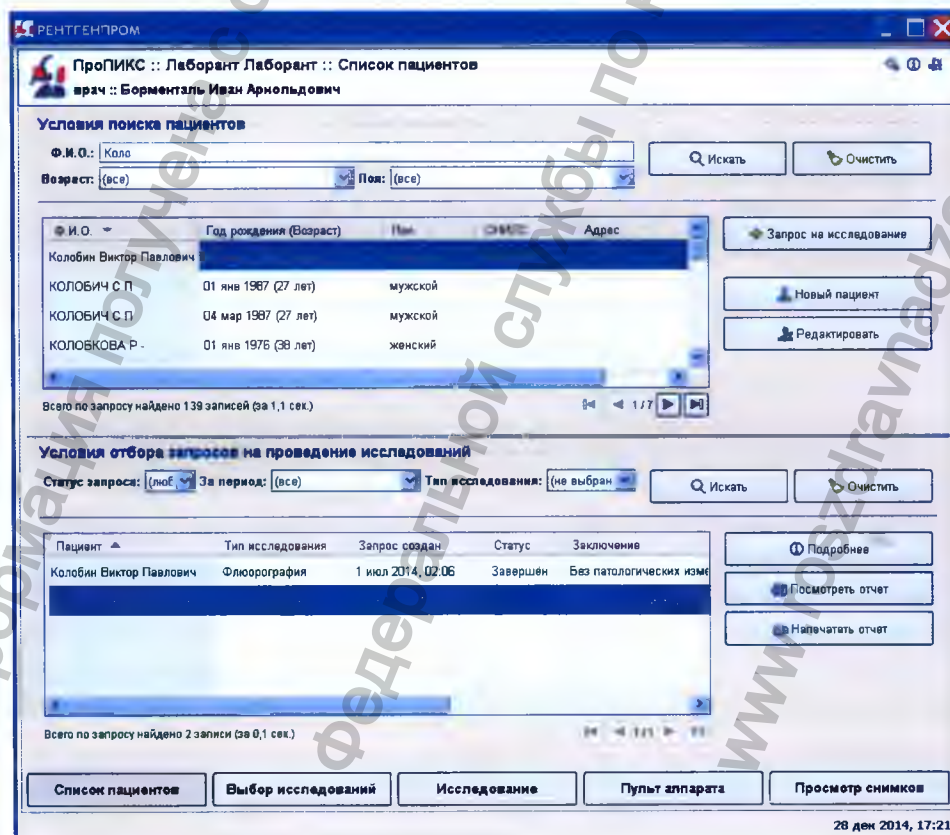

Рисунок 17 – Окно «Список пациентов»
Для этого нажать кнопку «Список пациентов» - откроется окно (рис.17), где нажать кнопку «Новый пациент» и при появлении диалога ввода информации о пациенте, заполнить все необходимые поля («ПМ Регистратор.РП»).
- выбрать пациента левой кнопкой «мыши» и нажать на кнопку «Назначить исследование», расположенную в верхней части главного окна программы (рис.17);